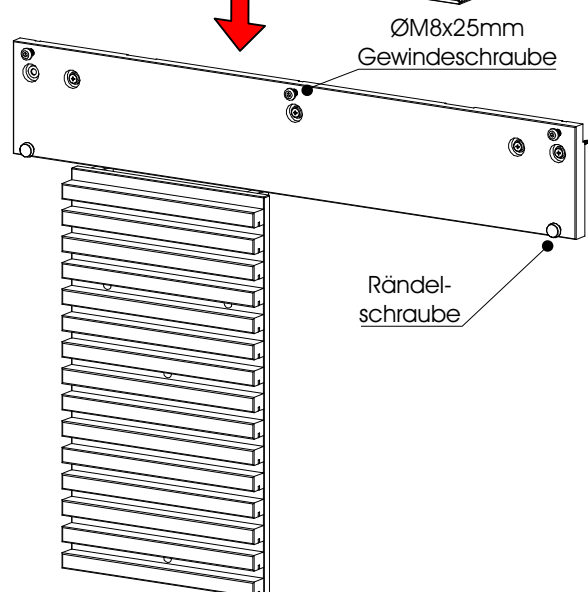

Abb. 2
2. Ziehen Sie die $\text{\O}8\text{x}25\text{mm}$ Halbrundkopfschrauben mit einem Innensechskantschlüssel so weit an, bis der Korpus an der Wand liegt (Abb. 2 + 3)
3. Richten Sie die Neigung des Schubkastenkorpus aus. Hierzu drehen Sie die Rändelschraube der Montagerückwand, bis der Korpus vorn mit leichtem Übermaß nach vorn in Waage ist (Abb. 2)